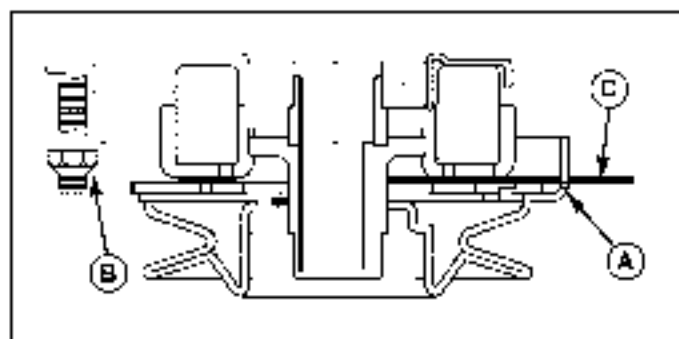

Figura 22. Ajustar embrague del PTO
3. Introduzca una lámina calibradora (C) de 0.40 a 0.45 mm (de .016" a .018") por cada ventana, colocando el calibrador entre la cara del rotor y la cara del armazón como se muestra en la Figura 22.
4. Apriete las tuercas de ajuste (B) una tras otra hasta que la cara del rotor y la cara del armazón apenas hagan contacto con el calibrador.